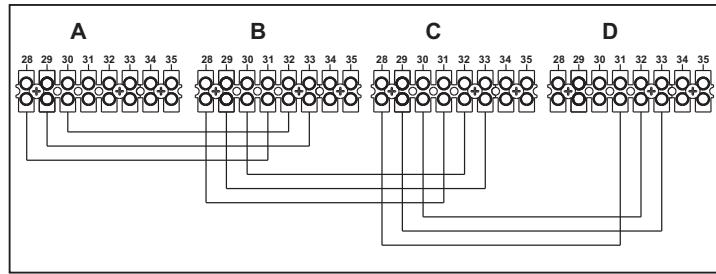

fig. 33 - Conexión en cascada
- Conectar los módulos como se indica en fig. 33 (**ejemplo con cuatro módulos**)
Si el funcionamiento no es correcto, desconectar la alimentación eléctrica y controlar el cableado en fig. 33.